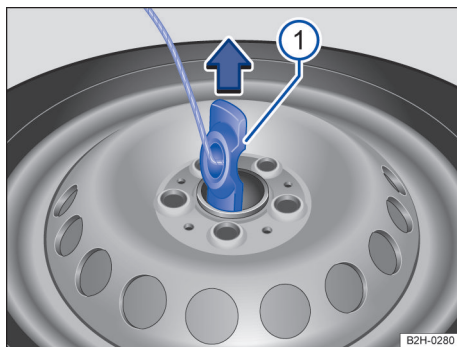

Fig. 191 Roda sobressalente ou roda de emergência: soltar o suporte dos aros.
Legenda para Fig. 191:
- Encostar o suporte do aro → Fig. 191.
- Introduzir o suporte do aro no sentido contrário à seta no orifício do aro → Fig. 191.